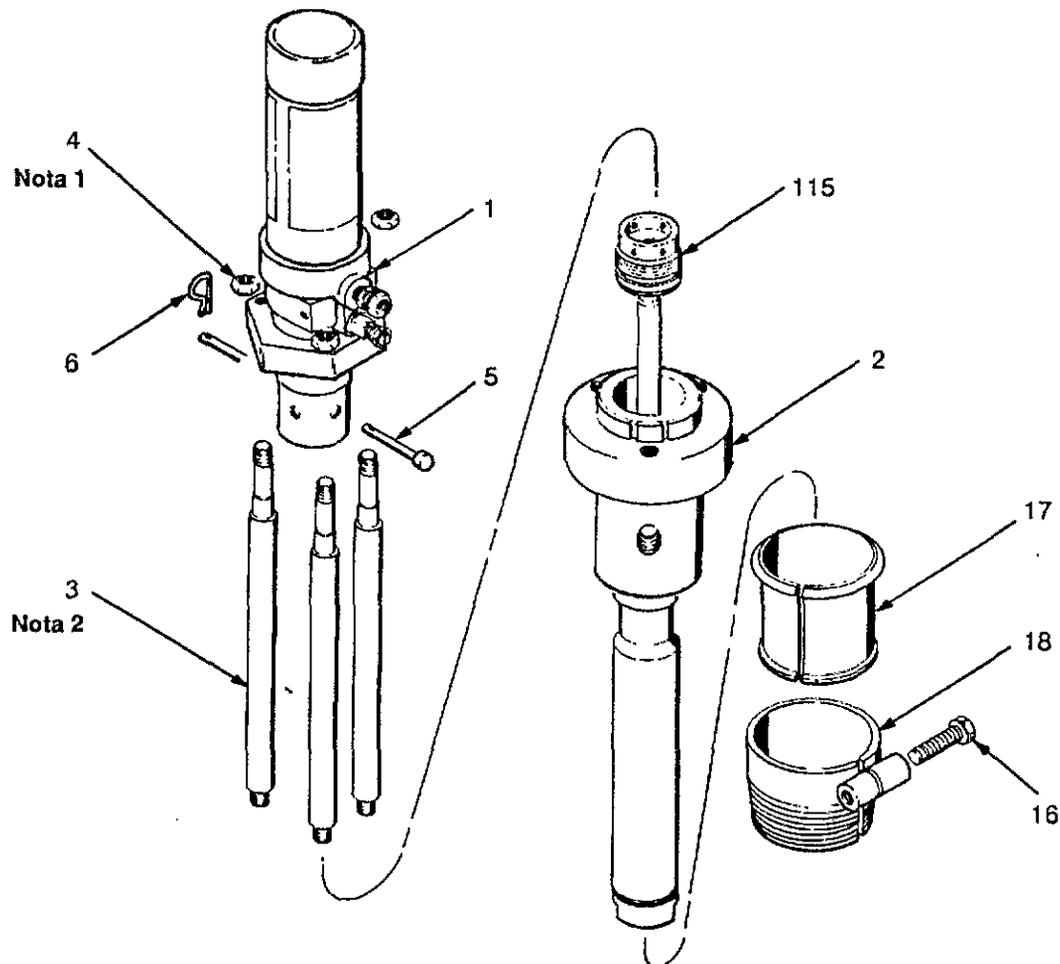

Figura 4
3. Desconectar las mangueras de aire y de producto. Desatornillar el adaptador del tapón (18) y la bomba de su alojamiento. Aflojar el tornillo (16) y extraer el adaptador del tapón de la bomba.
4. Extraer las tres tuercas obturadoras (4) y desenroscar las varillas de unión (3). Ver Figura 4.
5. Sacar el clip del muelle (6) y la clavija (5) que mantienen el acoplamiento (115) en el motor neumático (1). Extraer el acoplamiento del motor neumático. Separar el motor neumático (1) de la bomba de desplazamiento.
12. Instalar la bola (110) en el espárrago de pistón (108). Encajar la clavija tope de bola (109) en el orificio del espárrago del pistón de manera tal que quede a nivel o más abajo que la superficie del espárrago. Aplicar sellador en las roscas de la varilla de desplazamiento (107) y atornillar el espárrago del pistón (108) en la varilla. Apretar con par 20,3-27 N.m.
13. Instalar la guarnición del pistón (121*) en el espárrago del pistón (108). Aplicar sellador en las roscas del espárrago del pistón (108) y atornillar la tuerca del pistón (111) en el espárrago. Apretar con par 20,3-27 N.m.
14. Lubricar el anillo (112) e instalarlo en el alojamiento (113). Lubricar las roscas del cilindro (101) y atornillarlo al alojamiento del mecanismo. Apretar con par 34-40 N.m. Empujar la varilla de desplazamiento (107) hacia arriba en el cilindro de la bomba desde la parte inferior hasta que se ubique por encima de la tuerca de guarnición (114).
15. Aplicar sellador en las roscas de la varilla de desplazamiento (107) y atornillar el acoplamiento (115) en la varilla. Apretar con par 20,3-27 N.m.
16. Apretar la tuerca de guarnición (114) con par 34-40 N.m.
17. Instalar la clavija (106) en el guiabolas (105). Introducir el guiabolas en el cilindro de la bomba (101) de manera que la clavija (106) se ubique hacia la parte superior de la bomba.
18. Instalar la junta (103*) en la válvula de entrada (102). Colocar la bola (104) en el asiento de la válvula de admisión y enroscar la válvula en el cilindro. Apretar con par 34-40 N.m.
19. Atornillar el acoplamiento (115) en el motor neumático (1). Alinear los orificios y fijar con la clavija (5) y con el clip del muelle (6). Ver Figura 4.
20. Aplicar sellador en las roscas de las varillas de conexión (3) y atornillar las varillas al alojamiento (113). Montar el motor neumático (1) en las varillas de conexión (3). Apretar las tuercas obturadoras (4) a las varillas de conexión de manera suelta.
21. Volver a instalar el adaptador de tapón (18) en la bomba. Descender la bomba por el soporte de montaje y atornillar la bomba y el adaptador de tapón en su montaje.
23. Hacer funcionar lentamente la bomba para verificar el buen funcionamiento de las varillas de conexión. Ajustar según sea necesario y apretar las tuercas obturadoras (4) con par 13,5-20 N.m.